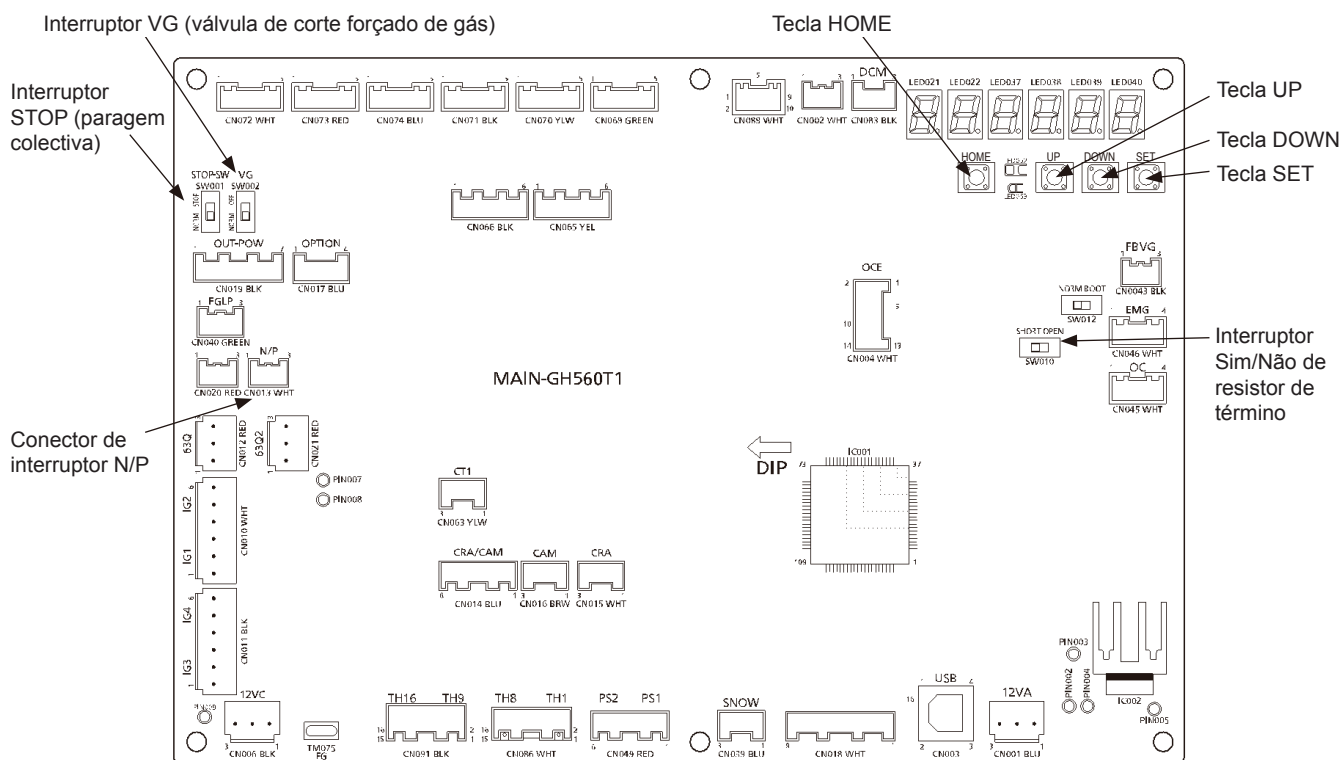

Fig. 1
- (2) Instale o conector de curto-circuito ao interruptor N/P (Fig. 1) do quadro de controlo exterior.